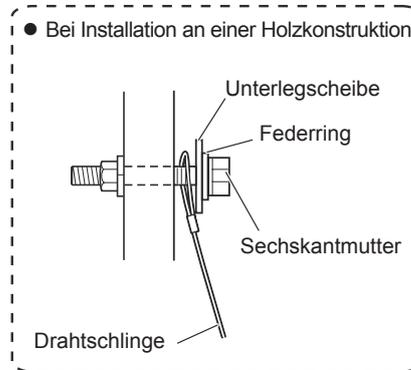

Abb. 4
- Bei der Installation an einer Holzkonstruktion führen Sie die Schlaufe am Ende der Drahtschlinge durch den Aufhängebolzen und befestigen dann den Aufhängebolzen sicher an der Wand. (Abb. 4)